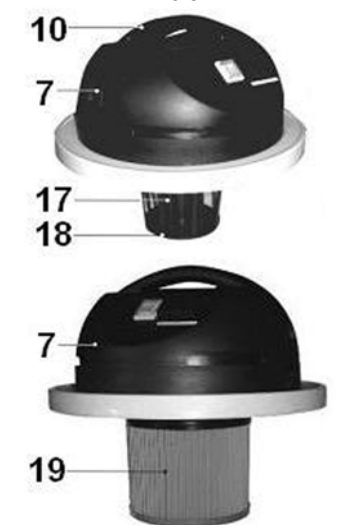
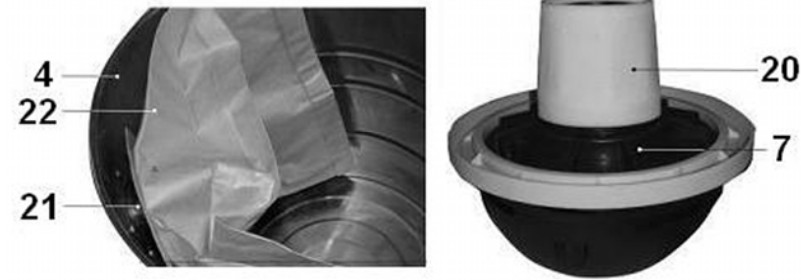

Рис.4
Рис.5.
- Снимите фильтр-мешок бумажный (22) (Рис.5). В случае заполнения фильтр - мешка (22) замените его новым;
- Не дожидаясь полного заполнения бумажного фильтр - мешка (22) (Рис.5), меняйте его по мере заполнения. Чрезмерное заполнение мешка ведет к снижению производительности пылесоса, поэтому контролируйте заполнение фильтр - мешка (22), учитывая свойства всасываемого мусора;
- Аккуратно снимите с корпуса фильтра (18) складчатый бумажный фильтр (19) или фильтр полиуретановый (20) (Рис.4,5) и очистите их от пыли и грязи;
- При необходимости осторожно продуйте снятый складчатый фильтр (19) сжатым воздухом изнутри наружу;
- Фильтр полиуретановый (20) (Рис.5) можно промыть чистой водой с мылом, после чего обязательно прополоскать в чистой воде, отжать и высушить его;
- Снять и промыть чистой водой фильтр полиуретановый (20) (Рис.5), после чего обязательно высушить его;
11.5. После очистки установите фильтры на место (см.п.8.2), за ручку (10) правильно установите секцию электродвигателя (7) на бак (4) и заблокируйте два замка (12) (Рис.2). Следите за тем, чтобы поплавковый предохранительный клапан (17) (Рис. 5) свободно перемещался в корпусе фильтра (18) и при установке секции электродвигателя (7) на бак (4) находился в нижней части корпуса фильтра (18).
Периодически следите за наполнением фильтр - мешка (22), Рис.5.
Вода всасывается и накапливается в баке (4) (Рис.2). Как только уровень воды в баке (4) превысил максимально допустимое значение, предохранительный клапан (17) (Рис.4) перекрывает всасывающее отверстие, и всасывание прекращается. Это можно понять по изменению звука работающего пылесоса. При этом, немедленно выключите пылесос. После работы всегда сливайте воду из бака (4) (Рис.2), для чего необходимо извлечь пробку из сливного гофрированного шланга (13), просушите пылесос. Перед работой всегда проверяйте (при отсоединенном шнуре питания от розетки электросети) предохранительный клапан (17) на свободное перемещение в корпусе фильтра (18) (Рис.4).